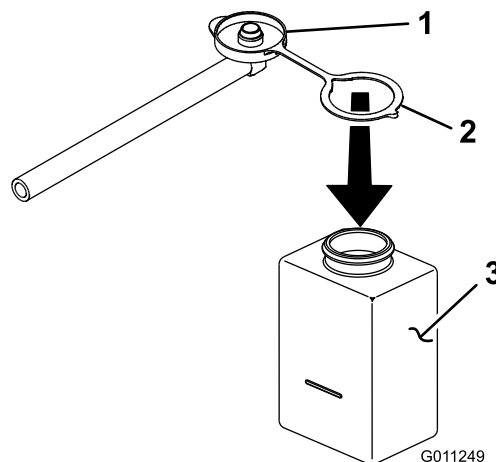

Figura 1
5. Con el conjunto del manguito boca arriba, coloque el anillo de retención sobre el cuello del depósito de refrigerante. Asegúrese de que el conjunto de manguito y tapón nuevo está boca abajo al instalar el anillo de retención (Figura 1).